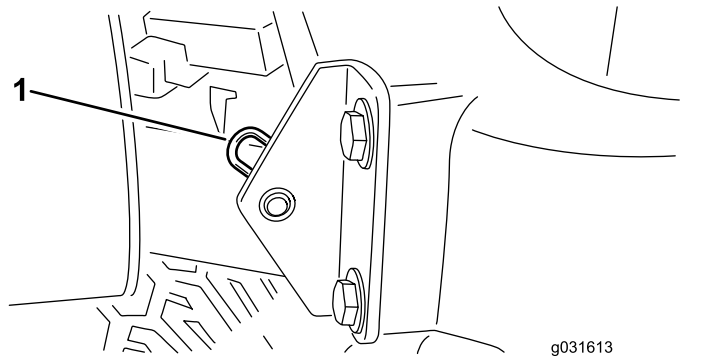

Figura 31
2. Togliete la coppiglia che fissa il perno del cofano alle staffe di montaggio (Figura 31).